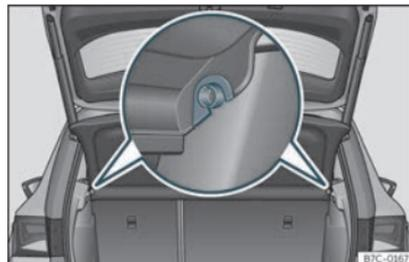

Fig. 111 Dans le coffre à bagages : dépose et repos de la plage arrière.
- Dégagez la plage arrière des supports latéraux >>> fig. 111 en la tirant vers le haut puis en la détachant.
- Introduisez la plage arrière horizontalement en faisant coïncider la « forme en U » sur l'axe des supports >>> fig. 111, et appuyez vers le bas jusqu'à ce qu'elle s'encastre.